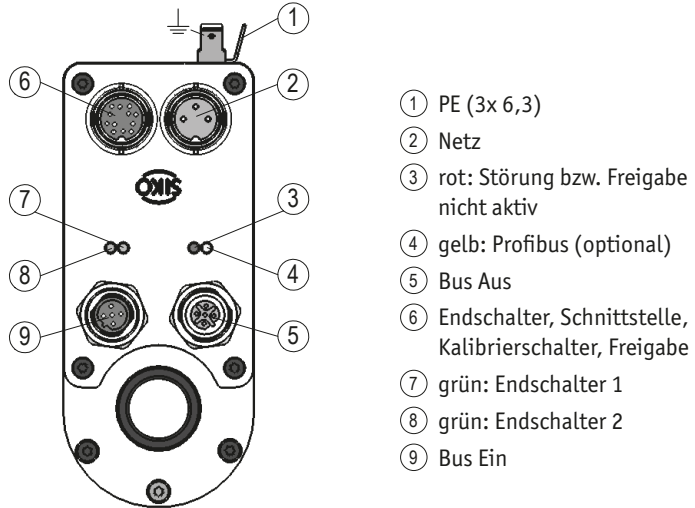
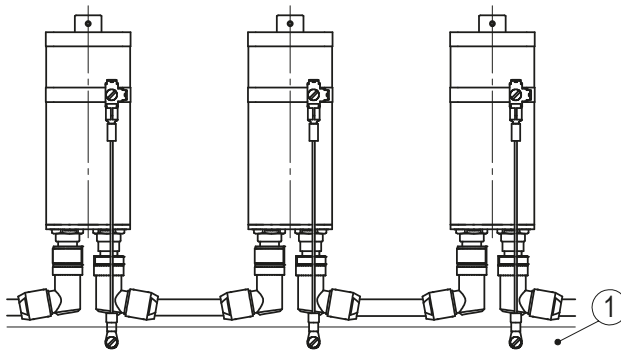

Abb. 7: Anschlüsse AG02
Abb. 10: PE-Schiene
Der Anschluss der seriellen Schnittstelle RS232 bzw. RS485 erfolgt über den 12 pol. Steckverbinder (6) (siehe Abb. 7).
Der Anschluss des Kalibrierschalters erfolgt über den 12 pol. Steckverbinder ⑥ (Abb. 7). Der Eingang arbeitet High-Aktiv. Das bedeutet, dass bei Anlegen von 24 VDC an den + Eingang eine Kalibrierung des Stellantriebes durchgeführt wird.
Der Anschluss der beiden Endschalter sowie der Freigabe erfolgt über den 12 pol. Steckverbinder ⑥ (Abb. 7). Bei nicht aktivem Endschalter muss am + Eingang des Endschalters eine Spannung von 24 VDC anliegen. Damit der Stellantrieb verfahren werden kann, muss am Freigabeeingang ebenfalls eine Spannung von 24 VDC anliegen.
Ist Endschalter 1 oder Endschalter 2 nicht aktiv, so wird dies durch eine grüne LED signalisiert (siehe Abb. 7). Ist die Freigabe nicht aktiv, wird dies durch eine rote LED signalisiert (siehe Abb. 7).
Zum Schutz vor Störungen müssen die Schirme der Signalleitungen und Netzleitung beidseitig angeschlossen werden. Potentialunterschiede führen zu unzulässigen Strömen auf dem Schirm. Den PE Anschluss ① zwischen den Anschlusssteckern auf das Schutzleiterpotential legen (siehe Abb. 7). Verwenden Sie dazu 6,3 mm Flachstecker mit kurzer Litze 2,5 mm² ... 4 mm² (nicht im Lieferumfang). Bei mehreren Stellantrieben wird empfohlen die Erdung auf eine PE-Schiene ① anzuschließen (siehe Abb. 10).